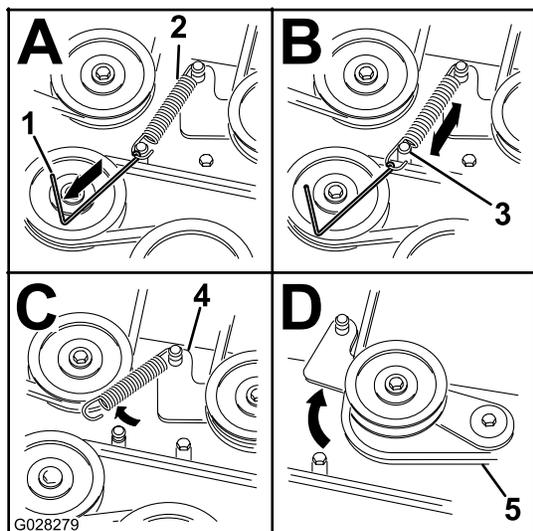

Figure 66
- À l'aide d'un outil de dépose de ressort (réf. Toro 92-5771), décrochez le ressort de tension de l'ergot sur le tablier pour éliminer la tension sur la poulie de tension (Figure 66).
- Acheminez la courroie neuve autour des poulies du tablier de coupe et de la poulie d'embrayage, sous le moteur (Figure 66).
- À l'aide d'un outil de dépose de ressort (réf. Toro 92-5771), accrochez le ressort de tension à l'ergot situé sur le tablier, ce qui a pour effet d'exercer une tension sur la poulie de tension et la courroie du tablier de coupe (Figure 66).